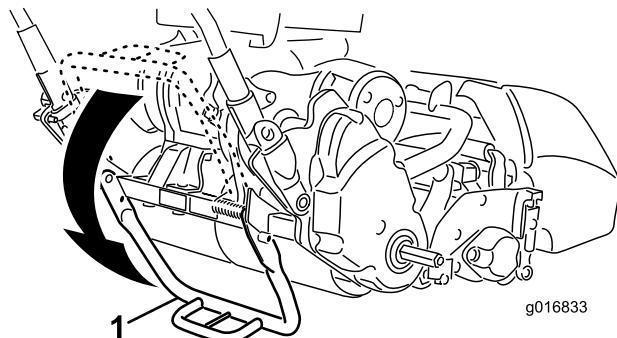

Bild 7
1. Treten Sie den Ständer in der Mitte des Ständers **mit dem Fuß nach unten** und ziehen das Gerät am unteren mittleren Maschinengriff hoch, bis der Ständer sich nach vorne über die Mitte gedreht hat (**Bild 7**).